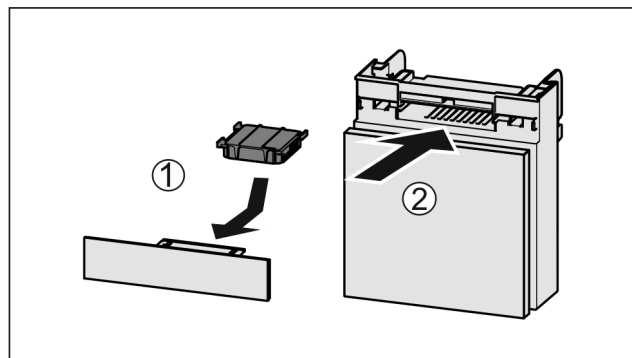

Fig. 135
- ▶ Вставити фільтр з активованого вугілля за малюнком Fig. 135 (1).
- ▶ Вставити відділення Fig. 135 (2).